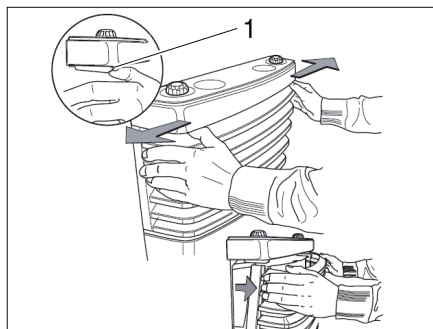

Fig. 109 Quitar el revestimiento de la calefacción
- Quitar el revestimiento de la calefacción. Presionar para esto los muelles de cierre (Fig. 109,1) lateralmente hacia fuera, girar el revestimiento hacia adelante y levantar los soportes inferiores.